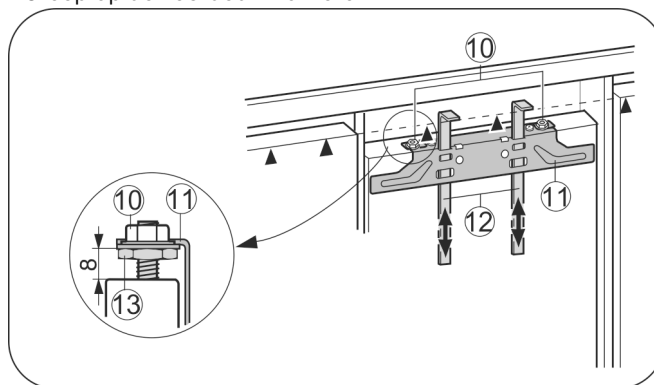

Fig. 25
- ▶ Montagehulpstukken Fig. 25 (12) op kastdeurhoogte omhoog schuiven. Onderste aanslagkant ▲ van het montagehulpstuk = onderkant van de aan te brengen kastdeur.
- ▶ Bevestigingsdwarsstrip Fig. 25 (11) via de contraoeren Fig. 25 (10) losschroeven.